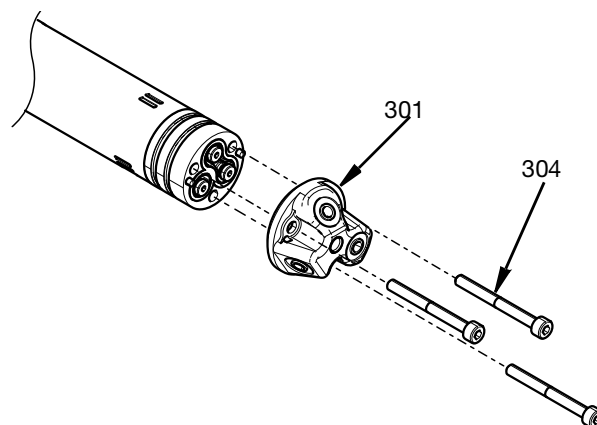

FIG. 30
10. Bevestig de kop van de spuitmond (301) op de adapter met de M4-schroeven (304) die door de centrale behuizing zijn vastgeschroefd. Draai aan tot 3,3 N•m (29,2 in-lbs). Zie FIG. 30.